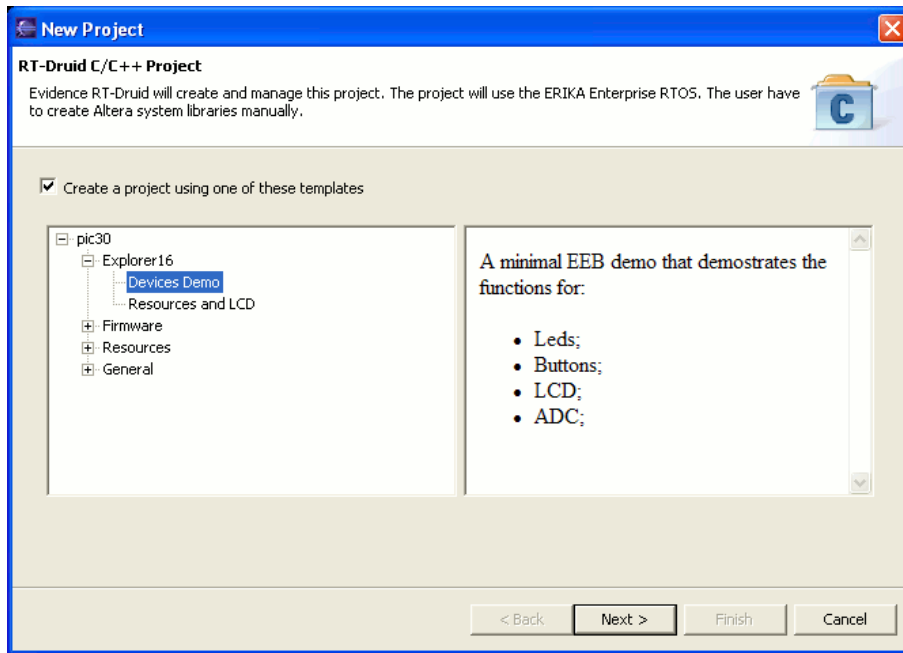

Figura 4.2: Selezionate “RT-Druid Oil and c/c++ Project”.
2. Apparirà una Dialog box. Selezionate un template per il nuovo progetto, come in Figura 4.2.